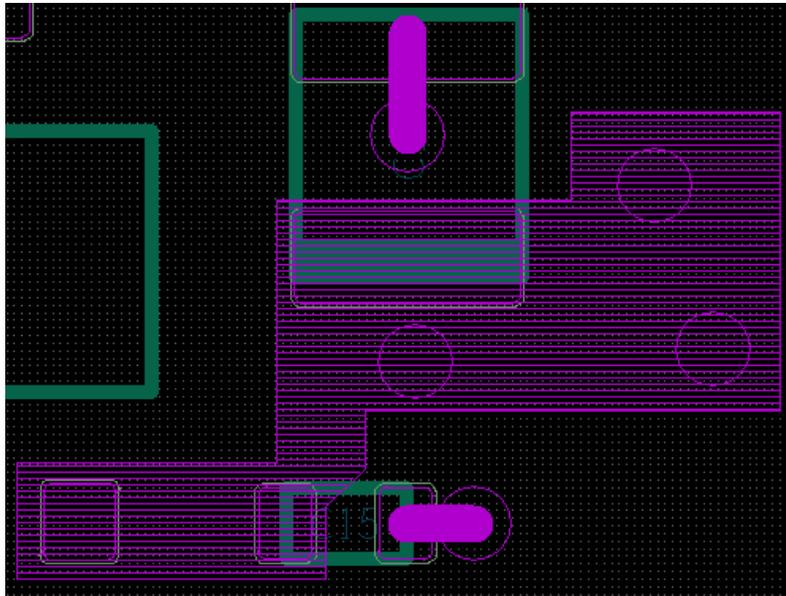

图 9-12 铜皮外形
- (3) 在 Shape fill type 下拉列表框中选择 Static solid (或 Static crosshatch) 选项。
- (4) 在 Assign net name 下拉列表框中选择网络名。
- (5) 绘制铜皮外形, 如图 9-12 所示。